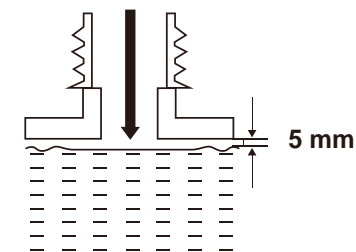

Fig. 8
4. Ajouter le carburant approprié dans le réservoir. Laisser au minimum un espace de 5 mm entre le niveau du carburant et le bord intérieur du réservoir pour permettre la dilatation du carburant (Fig. 8).